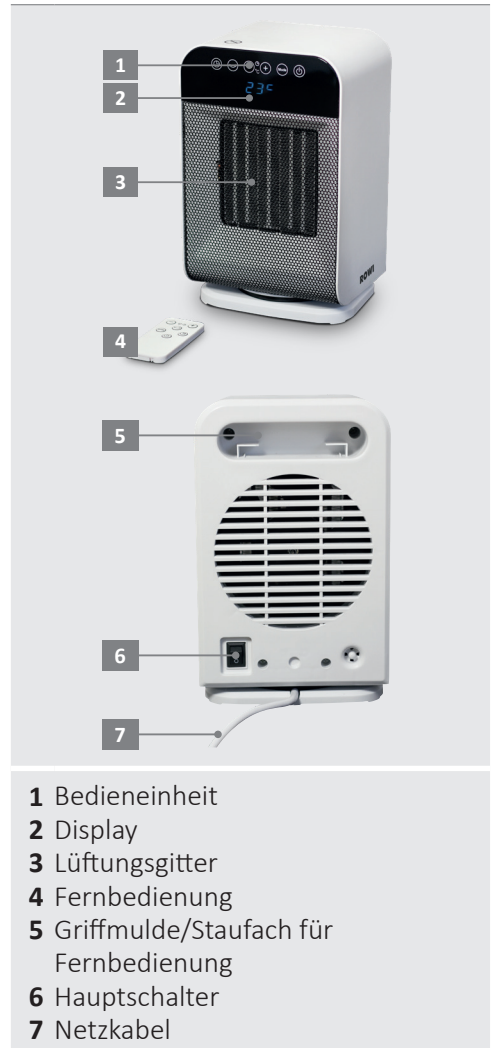

Abb.1: Geräteübersicht
1. Vergewissern Sie sich, dass der **Hauptschalter** (siehe Abb. 1, Nr. 6) auf „0“ steht. Schließen Sie dann das Gerät an eine geerdete, durch einen FI-Schutzschalter abgesicherte Steckdose an.
Alle nachfolgenden Einstellungen können sowohl über die Bedieneinheit (Abb. 1, Nr. 1), als auch über die mitgelieferte Fernbedienung vorgenommen werden. Legen Sie eine Batterie (3 V Lithium Batterie CR2025) in die Fernbedienung ein.
2. Betätigen Sie anschließend den **Hauptschalter** (Abb.1, Nr. 6) auf der Geräterückseite, um das Gerät vollständig abzuschalten.